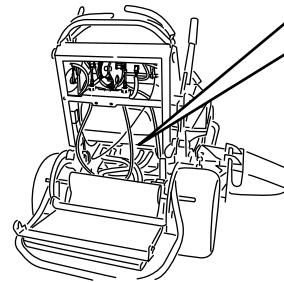

Bild 24
3. Drehen Sie das Sicherheitsventil an beiden Pumpen um eine oder zwei Umdrehungen nach rechts, um es zu öffnen (Bild 24).